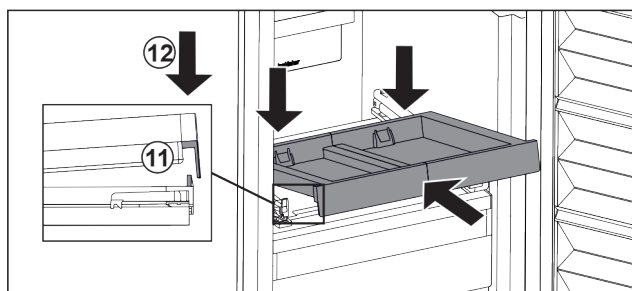

Fig. 37
- ▶ Introducir en posición inclinada. Asegurarse de que a ambos lados, el tope quede detrás de la lengüeta. *Fig. 37 (11)*
- ▶ Depositar el estante extraíble por delante. *Fig. 37 (12)*